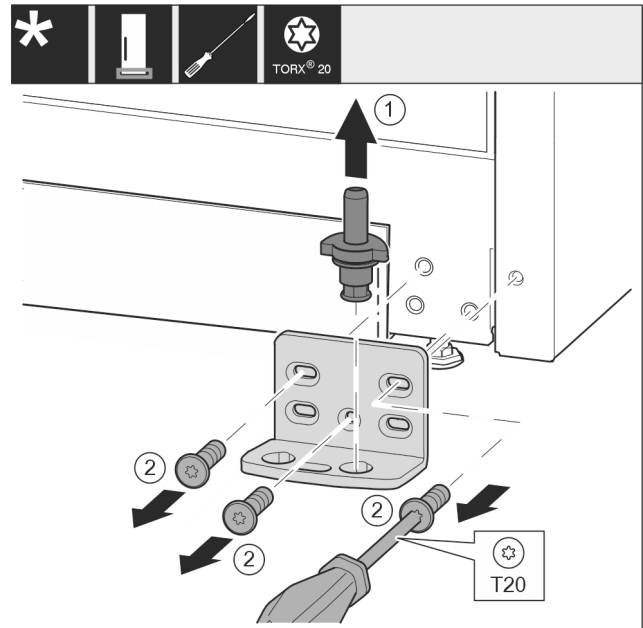

Fig. 17
- ▶ Lagerbolzen Fig. 17 (1) komplett nach oben herausziehen.
- ▶ Schrauben Fig. 17 (2) mit Schraubendreher herausdrehen und Lagerbock abnehmen.